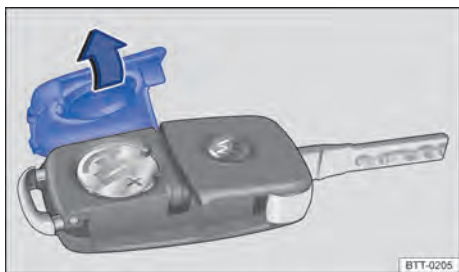

Fig. 24 Chave do veículo: abrir a cobertura do alojamento da bateria.
- Retirar a cobertura no lado posterior da chave do veículo ⇒ Fig. 24 no sentido da seta ⇒ ①.
- Posicionar a cobertura conforme indicado ⇒ Fig. 24 e pressionar no sentido contrário ao da seta sobre a carcaça da chave do veículo até encaixar.